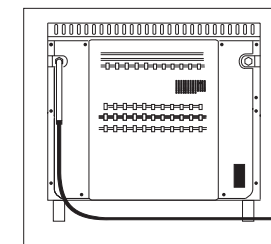

Fig. 3A
**NOTE :** Si il est nécessaire de passer le tuyau de raccordement derrière la cuisinière, respectez les prescriptions données sur la figure 3A.